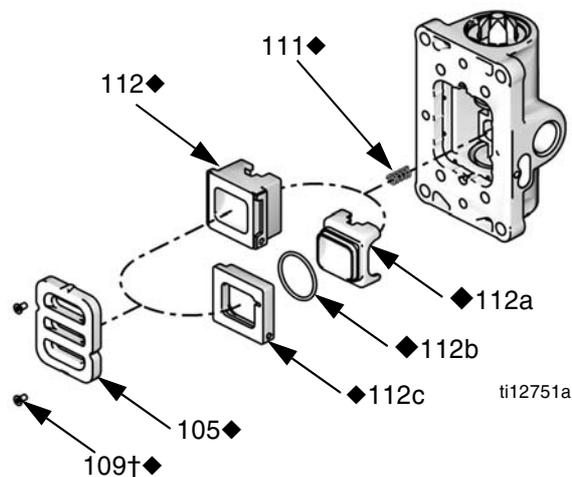

Рис. 5: Снятие клапанной пластины
2. См. Рис. 5. Используйте шестигранный ключ размером 2 мм или 5/64 дюйма для выкручивания двух винтов (109†♦). Снимите пластину клапана (105♦).